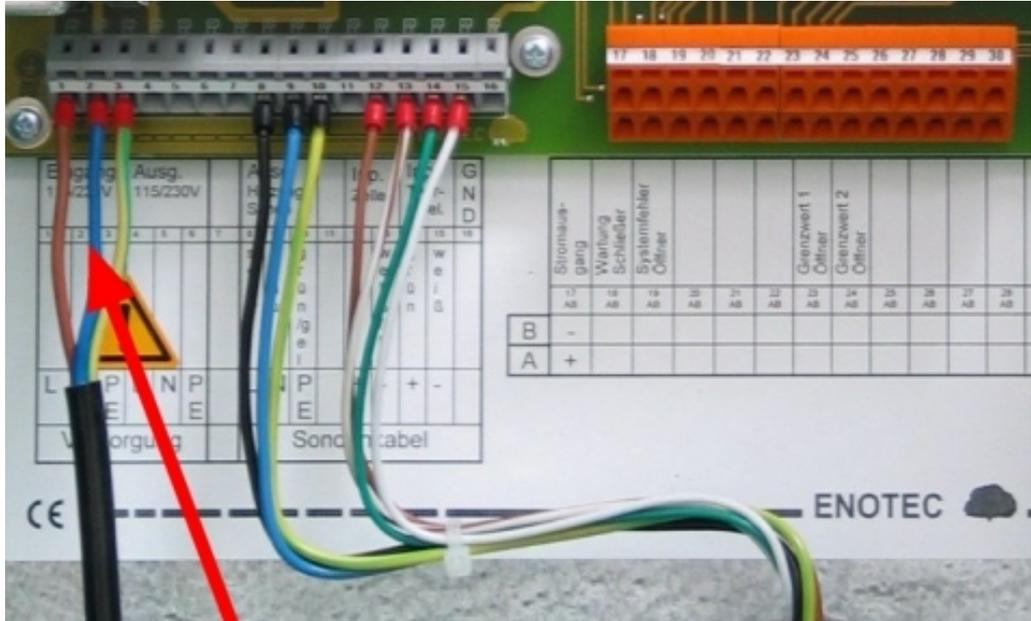

Abbildung 14 Anschluss des Versorgungskabels
Das Versorgungskabel (min. 3 x 1,5mm²) wird durch die linke Verschraubung in die Elektronik eingeführt und auf die Versorgungsklemmen „Eingang“ aufgelegt. Die Phase wird hierbei auf die Klemme 1 (L), der Neutraleiter auf die Klemme 2 (N) und der Schutzleiter auf die Klemme 3 (PE) aufgelegt (vgl. auch Abbildung 14).